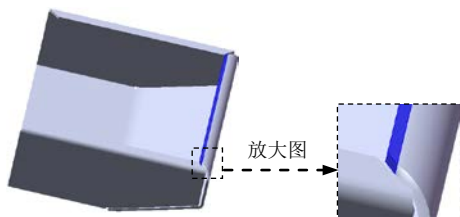
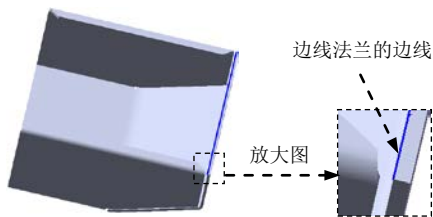

图 9.29 边线一法兰 4
图 9.30 边线法兰的边线
- (1) 选择命令。选择下拉菜单 **插入(I)** → **阵列/镜向(E)** → **镜向(M)...** 命令。
- (2) 定义镜像基准面。选取前视基准面作为镜像基准面。
- (3) 定义镜像对象。选择边线法兰 3 作为镜像 3 的对象。
- (4) 单击 按钮，完成镜像 3 的创建。
Step12. 创建图 9.29 所示的钣金特征——边线一法兰 4。
- (1) 选择命令。选择下拉菜单 **插入(I)** → **钣金(B)** → **边线法兰(E)...** 命令（或单击“钣金”工具栏中的 按钮）。
- (2) 定义特征的边线。选取图 9.30 所示的模型边缘为生成的边线法兰的边线。